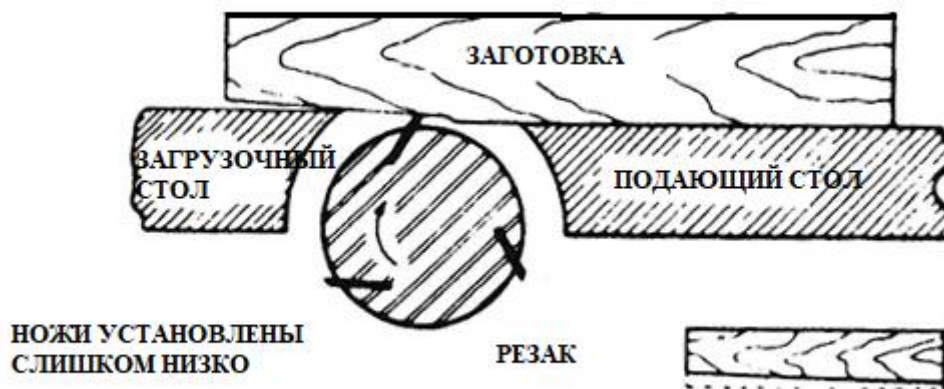

Рис. 31
8. Если ножи установлены слишком низко, то результат будет таким, как показано на Рис. 31, а поверхность будет изогнутой.